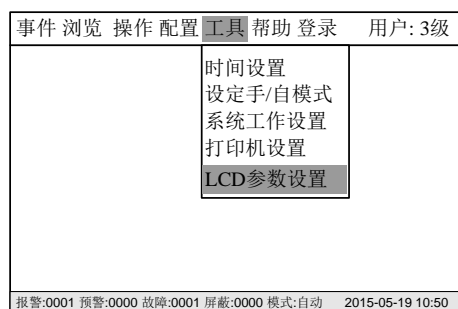
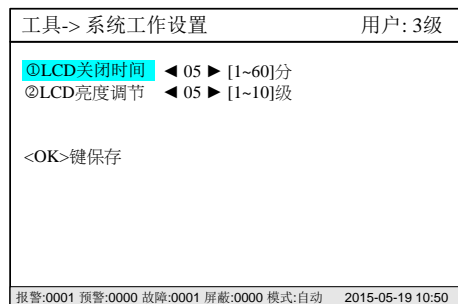

图 27-2
图 27-3
2. 按“→”键选择“工具”子菜单(图 27-2), 按“↓”键选择选择“LCD 参数设置”, 然后按“OK”键, 设置界面显示(图 27-3)。